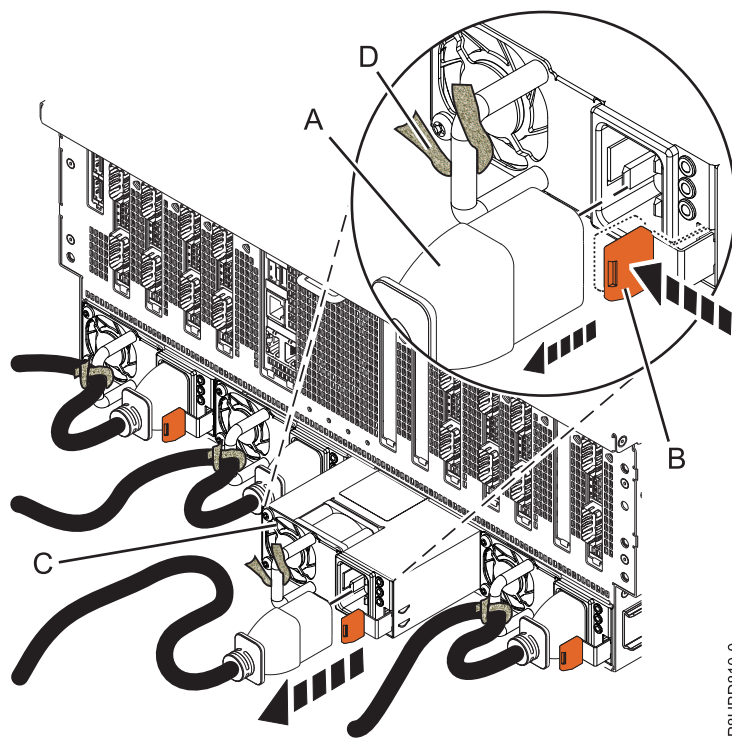
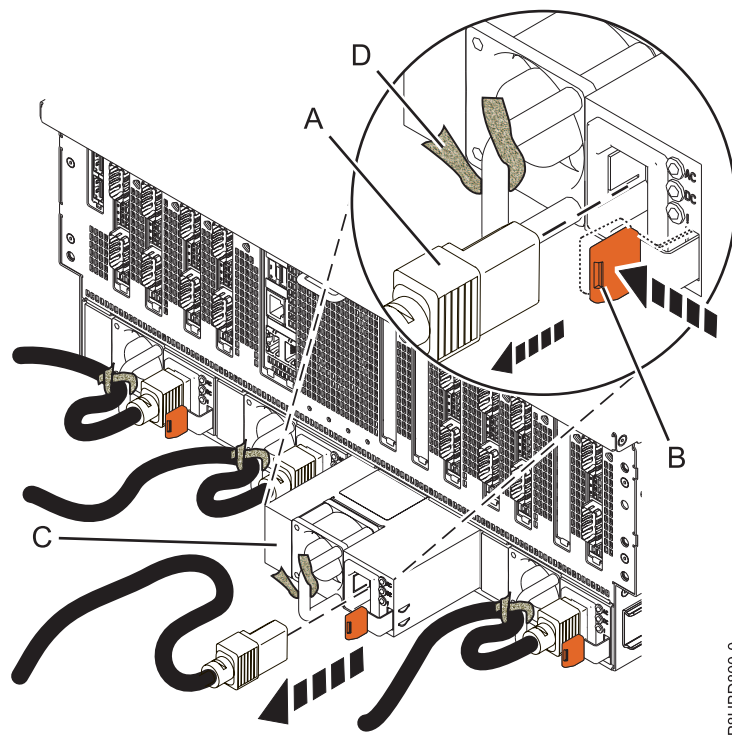

図 3. 8408-44E システムからの電源装置の取り外し
図 4. 8408-E8E システムからの電源装置の取り外し
- a. 電源コードにラベルを貼ったら、面ファスナーを外して、電源コードを電源装置のハンドルから解放します。6 ページの図 3 (8408-44E) または 6 ページの図 4(8408-E8E) の **(D)** を参照してください。
- b. 電源コードの端 **(A)** を、6 ページの図 3 (8408-44E) または 6 ページの図 4(8408-E8E) に示す方向に引いて電源装置 **(C)** から外します。
3. 電源装置をシステム内の位置から取り外すために、テラコッタ色のロッキング・タブ (B) を、図に示す方向に押します。図 3 (8408-44E) または 図 4 (8408-E8E)。
4. 図に示すように、電源装置 (C) を引いてシステムから外します 6 ページの図 3 (8408-44E) または 6 ページの図 4 (8408-E8E)。